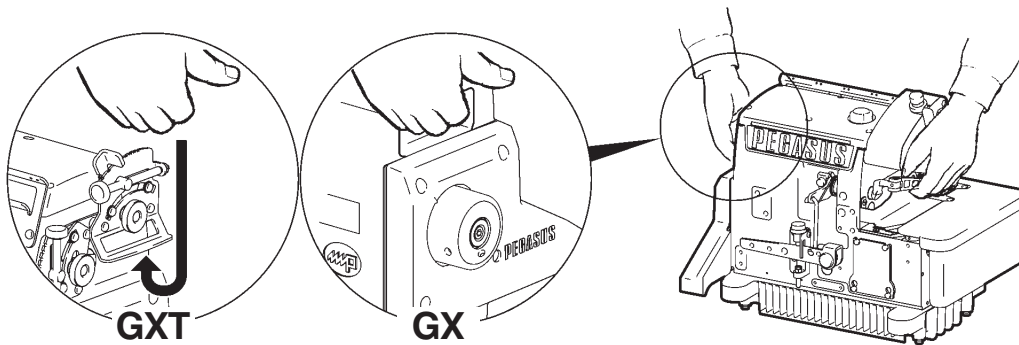

图 . 3
2. 转移缝纫机时右手应握住皮带罩上部的握把，左手握住压脚臂，握稳后再移动。（图 3）